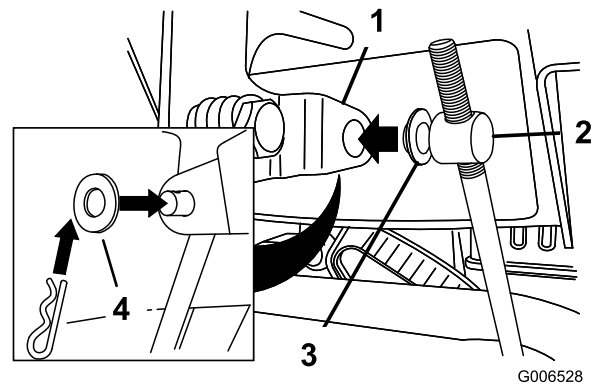

Figure 6
6. Soulevez la tige de commande de vitesse et insérez le tourillon dans le trou du levier sélecteur de vitesses (Figure 6).
3. Retirez la goupille fendue et la rondelle extérieure du tourillon à l'extrémité supérieure de la tige de commande de vitesse (Figure 6).
- B. Retirez le tourillon du sélecteur de vitesses (Figure 6).
- C. Tournez le tourillon vers le bas (sens horaire) sur la tige de commande de vitesse (Figure 6).
D. Remettez le tourillon sur le sélecteur de vitesses (Figure 6).
- C. Tournez le tourillon vers le haut (sens anti-horaire) sur la tige de commande de vitesse (Figure 6).
- D. Remettez le tourillon sur le sélecteur de vitesses (Figure 6).